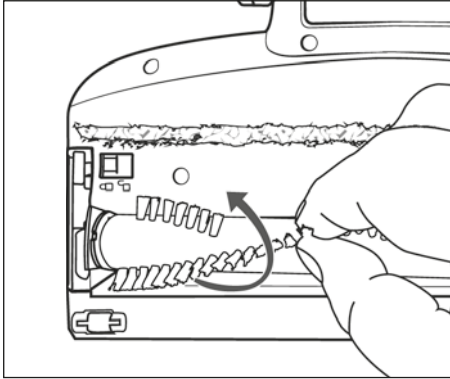

Fig. 25
- 3) Retirez le rouleau brosse 21 par les poils de la brosse de sol 22. Tournez légèrement le rouleau brosse 21 pour pouvoir le retirer plus facilement (voir fig. 25).